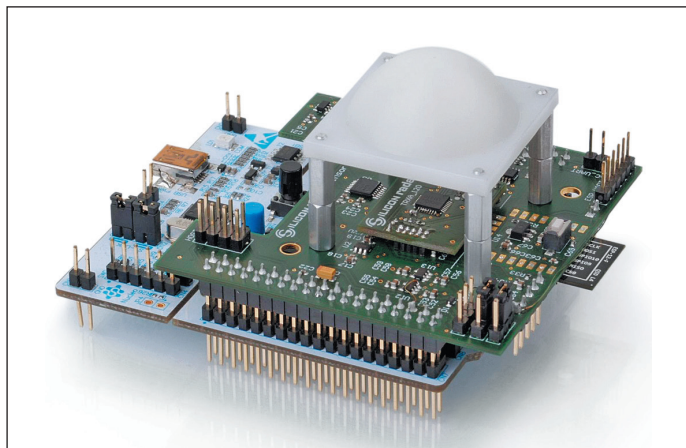
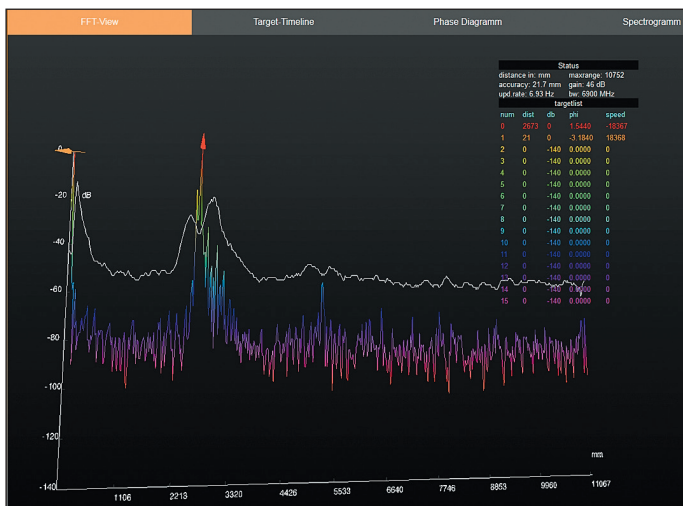
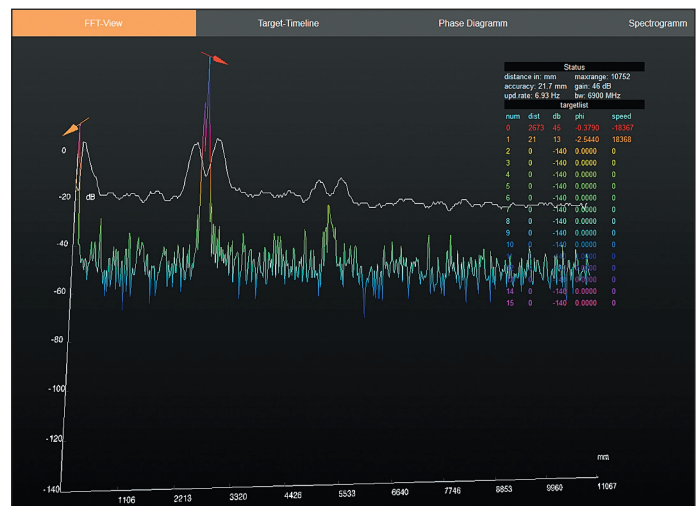

Рис. 15. Демонстрационный комплект Easy Radar Kit
Рис. 21. Спектр с фазовыми маркерами, без фокусирующей линзы
Рис. 22. Спектр с фазовыми маркерами, с фокусирующей линзой
- Easy Radar Kit (рис. 15), содержащий плату с приемопередатчиком и антенной на 24 ГГц (элемент No1); плату с приемопередатчиком и антенной на 122 ГГц (No2); фокусирующую линзу на 122 ГГц (No3); плату формирования ЛЧМ-сигналов (No4)
- No3, фокусирующая линза с размерами основания 35×35×3 мм, показана на рис. 15. Диаметр самой широкой части составляет 32 мм, ее высота над основанием — 12 мм. Фокус линзы находится примерно в 10 мм от основания. Изготовлена из полиэтилена высокой плотности (HD PE) механическим способом. С помощью экспериментов на Easy Radar Kit было установлено, что положение линзы относительно микросхемы существенно. Как показано на рис. 21, 22, правильная постановка линзы увеличивает уровень отраженного сигнала примерно на 45 дБ. Так как встроенные в QFN-56 антенны смещены от центра корпуса
- No4, плата для формирования ЛЧМ-сигналов, имеет габариты 70×70 мм и подключается непосредственно к плате МК (No4) через два разъема DB40 (это вторая плата снизу на рис. 15). Модуль Wi-Fi ESP8236-12 размером 24×16 мм припаян снизу и на 8 мм выдается за габариты основной платы. Режимы работы задаются переключателем SW1. Для использования Wi-Fi-модуля надо также переключить контакты MT-WR (Microcontroller Transmit — WiFi Receive) и MR-WT (Microcontroller Receive — WiFi Transmit). Свободные пере-
Для $BW = 6900$ МГц расчет дает 0,021739 м, или 21,7 мм, как можно видеть на рис. 21, 22.
Обработка фазовой информации от принимаемого сигнала позволяет получить субмиллиметровую точность измерения расстояния. Для демонстрации фазовой информации на вкладке сверху FFT-View надо включить фазовые маркеры (phase markers). При этом на пиках спектрограммы появляются стрелочки, отображающие информацию о фазе (рис. 21). На этом рисунке хорошо видно отражение от потолка, который находится на расстоянии 2,673 м, уровень сигнала 0 дБ, его фаза 1,544 радиан (0-й пункт в списке целей targetlist, колонки dist, db и phi). Данные получены при 1024 точках оцифровки и таком же размере БПФ, с усреднением по выборкам 8, при длительности свипа 9106 мкс и без фокусирующей линзы. Во фрейме status указаны следующие параметры: полоса свипирования 6900 МГц; разрешение по дальности 21,7 мм; предельная дальность 10,752 м; частота выборок 6,93 Гц; усиление 46 дБ. На рис. 22 приведена аналогичная картинка с использованием фокусирующей линзы, уровень сигнала при этом вырос до +45 дБ, его фаза 0,379 радиан (0-й пункт в списке). Хотя стрелочки и колеблются, тем не менее при удалении объекта на доли миллиметра (при нажатии рукой на стол) они вращаются по часовой стрелке. При приближении объекта (отпускании стола) они вращаются в обратную сторону и занимают исходное положение.